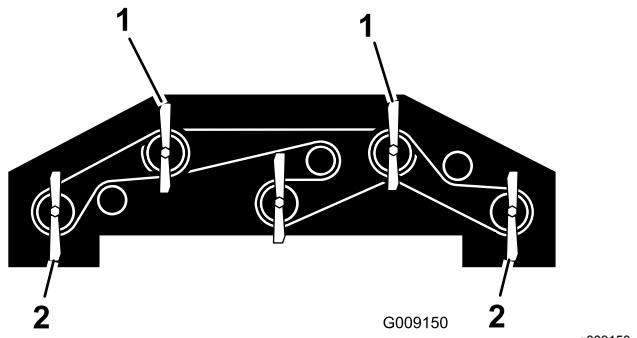

Figura 126
1. Rode cada lâmina para que aponte a direito para a frente (Figura 126).